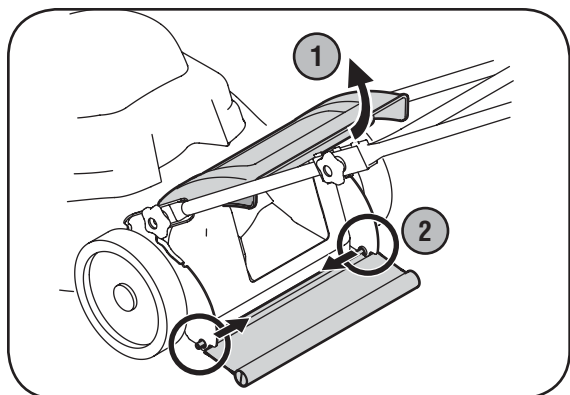

Figure 5-2
2. Pressez sur chaque côté du déflecteur pour le dégager des trous. Voir la Figure 5-2.